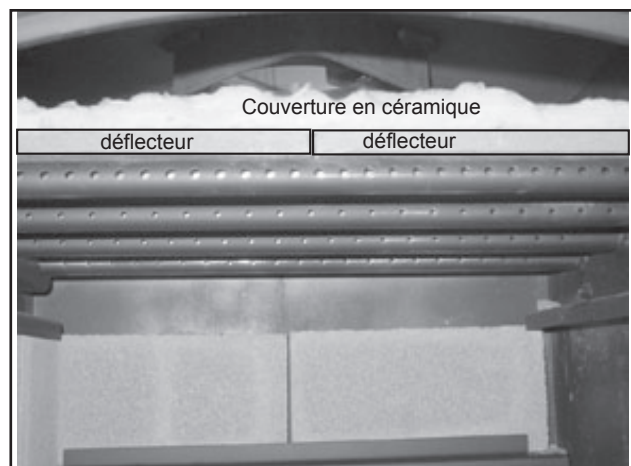

Figure 24.2
4. Re-installer dans l'ordre inverse. Soyez sûr les planches chicanes et une couverture en céramique sont dans leur position correcte. **Figure 24.2.**